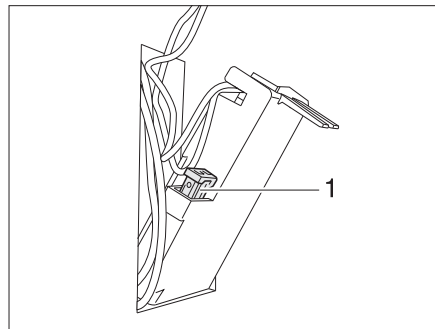

Fig. 204 Fusible del inodoro Thetford
- Cambiar el fusible (Fig. 204,1).